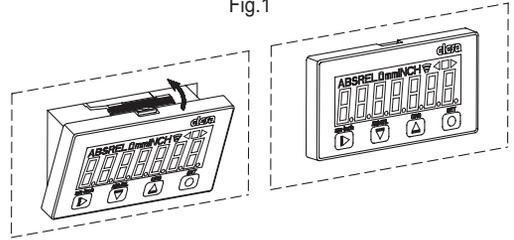

Fig.2
- Enlevez l'indicateur de son support, en exerçant une pression sur l'ailette de retenue et en l'amenant en butée à l'aide d'un tournevis plat (Fig.2).